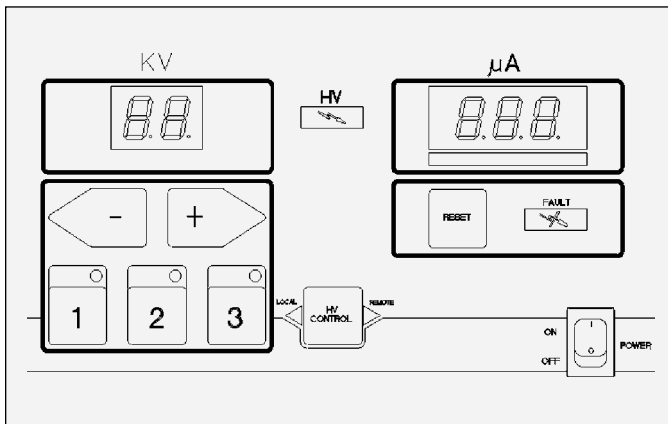

Abbildung 3: 9060 Benutzerschnittstelle
Der in Abbildung 3 dargestellte 9060 Regler hat eine einfach Benutzerschnittstelle mit 7 LEDs (Leuchtdioden), einen (1) Hauptschalter sieben (7) Tasten, eine (1) LED-Stromanzeige und zwei (2) Bildschirme mit Sieben-Segment-Displays.
Diese Taste, in Abbildung 3 in der Mitte abgebildet, wird **nicht verwendet**, um Modusänderungen vorzunehmen. Sie ist für die Verwendung in der Zukunft **reserviert**. Die Einheit steht standardmäßig im Modus LOKAL. Um den Modus REMOTE anzuwählen, ist ein I/O-Fernsignaleingang oder die Auswahl des Modus Lokal/Remote erforderlich, die angibt, dass die Einheit im Modus REMOTE sein sollte. Wenn dieses I/O-Fernsignal aktiv ist, befindet sich die Einheit im Modus REMOTE. Ansonsten befindet sie sich im Modus LOKAL.